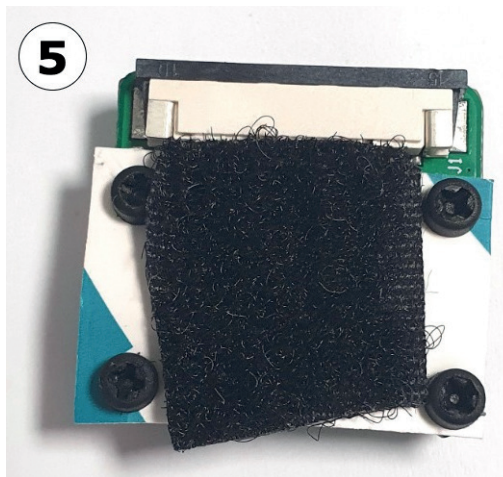

Рис. 13.6. Задняя часть конструкции (камера на картонной подложке) с «липучкой»
5. Возьмите другую сторону «липучки» и приклейте его к обратной стороне картонной подложки, как показано на рис. 13.6.